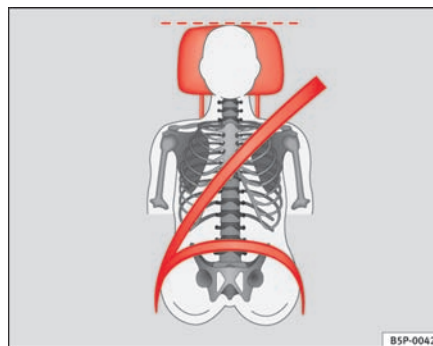

Fig. 12 Korrekt placering af sikkerhedssele og hovedstøtte set forfra
- Selens skulderdel skal sidde ca. midt på skulderen. Sikkerhedssele skal sidde fladt og tæt ind til overkroppen ⇒ **side 22, fig. 12.**